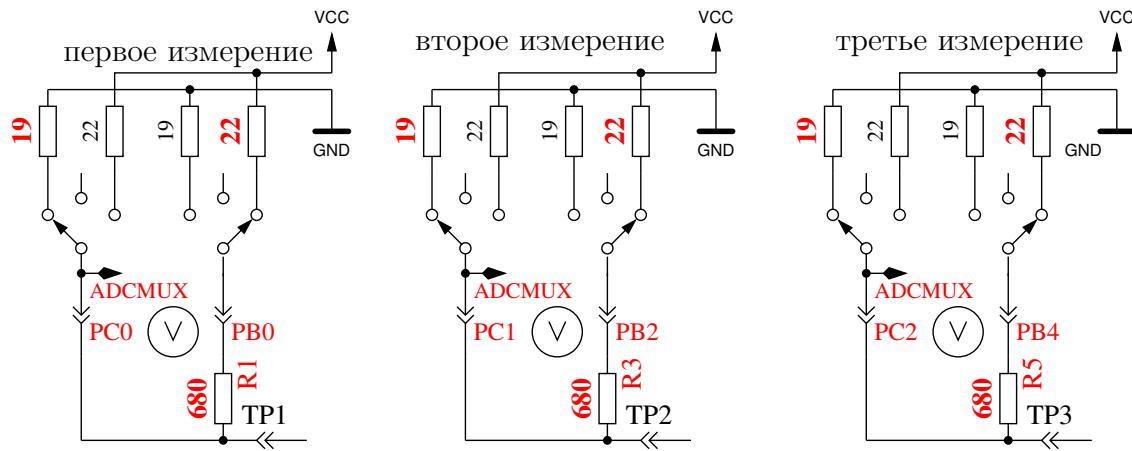

Рис. 5.66. Измерение внутреннего сопротивления порта С подключением выходных контактов к GND
8. **Измерение внутреннего сопротивления порта подключением выходных контактов к GND.** Этот и следующие тесты будут проведены, если выбрана опция AUTO_CAL. Внутреннее сопротивление порта С с выходами, подключенными к GND, измеряется по току через подключенные к VCC ($+5 \text{ V}$) резисторы 680Ω , смотри рисунок 5.66. Могут быть измерены только три вывода порта АЦП. Внутреннее сопротивление портов В (PB0, PB2 и PB4) не может быть измерено без изменения аппаратных средств. Будем считать, что внутреннее сопротивление порта для различных портов практически одинаково. Величина сопротивления будет определена в следующем teste.